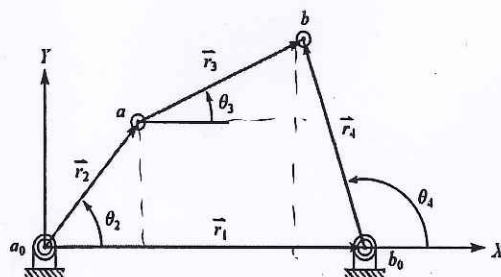

Fig. 3 Four-bar linkage
3. A four bar linkage as shown in Fig. 3, r_1 、 r_2 、 r_3 、 r_4 、and θ_2 are given. , Please find (a) and θ_3 和, (b) when $r_1=6\text{cm}$ 、 $r_2=2\text{cm}$ 、 $r_3=5\text{cm}$ 、 $r_4=5\text{cm}$ 、 $\theta_2=60^\circ$, find the values of θ_3 and θ_4 . (15%)